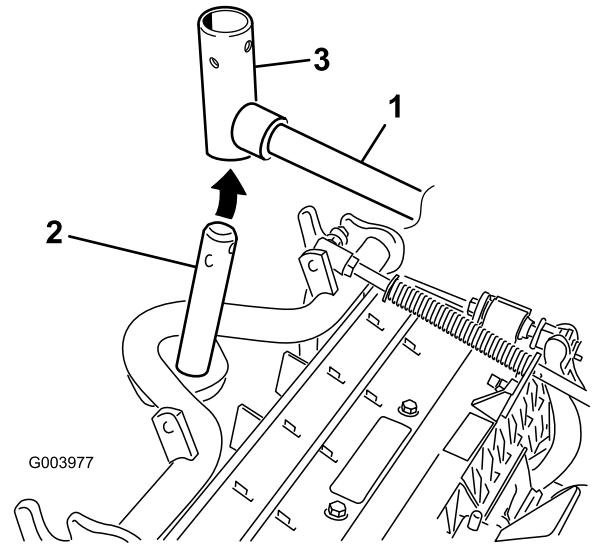

Figura 10
8. En las unidades de corte delanteras, deslice una unidad de corte debajo del brazo de elevación mientras introduce el eje del bastidor de tiro en la horquilla de pivote del brazo de elevación (Figura 10).
- B. Introduzca la horquilla del brazo de elevación en el eje del bastidor de tiro (Figura 10).